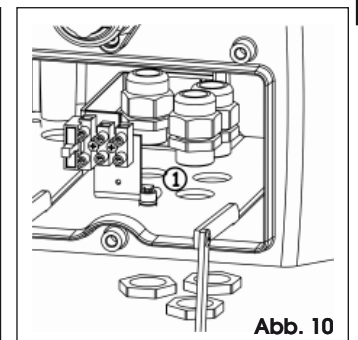

Abb. 10
3. Die drei im Lieferumfang enthaltenen Kabelverschraubungen in die Öffnungen unter dem Motorkörper montieren, Abb. 10 Bez. ①, und dabei die Ausrichtung laut Abb. 10 einhalten.